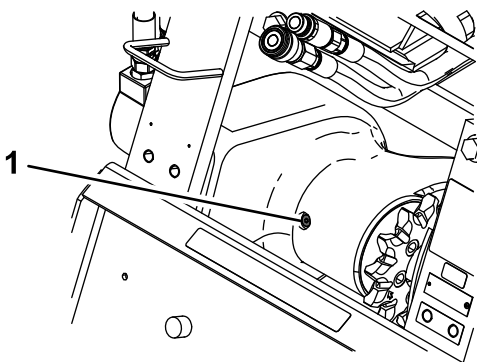

図 14
4. ベアリングケースの補給穴プラグの周辺をウェスできれいにぬぐう 図 14。
5. 補給穴からプラグを外す 図 14。
3. ベアリングケースの補給穴プラグの周辺をウェスできれいにぬぐう 図 14。
4. 補給穴からプラグを外す 図 14。